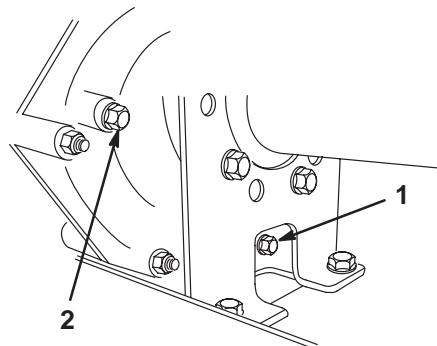

Figure 31
2. Enlevez le bouchon de vidange sur le côté droit du réservoir (Fig. 31) et laissez l'huile s'écouler dans un bac de vidange. Revissez le bouchon de vidange en place lorsque toute l'huile s'est écoulée.
3. Versez environ 1,4 l d'huile moteur SAE 10W30 dans le réservoir (Fig. 32), ou faites l'appoint jusqu'à ce que le niveau d'huile atteigne le bas du trou d'indication de niveau (Fig. 31).